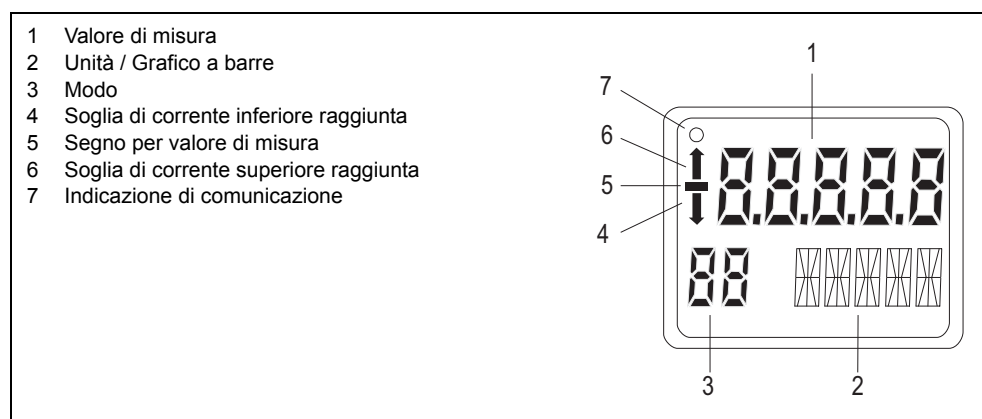

Figura 12 Esecuzione dell'indicatore digitale
Un display standard innestato serve all'indicazione locale del valore di misurazione (1, Figura 12, pag. 148) con unità (2), segno (5), stato (4, 6) e modo (3).